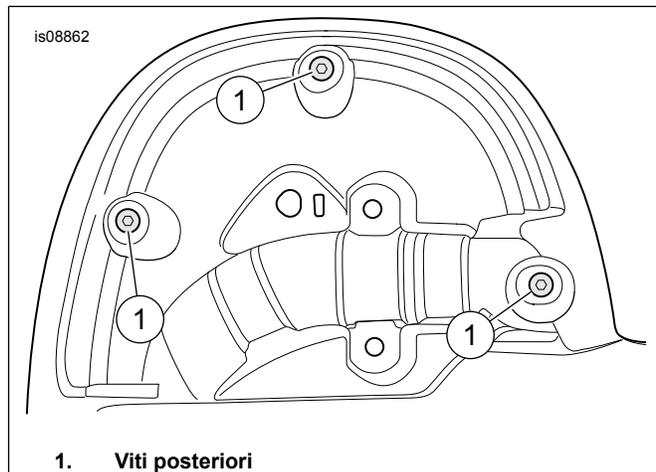

Figura 1. Viti posteriori
1. Vedere Figura 1 Dal retro di una carenatura, rimuovere le viti posteriori (1).